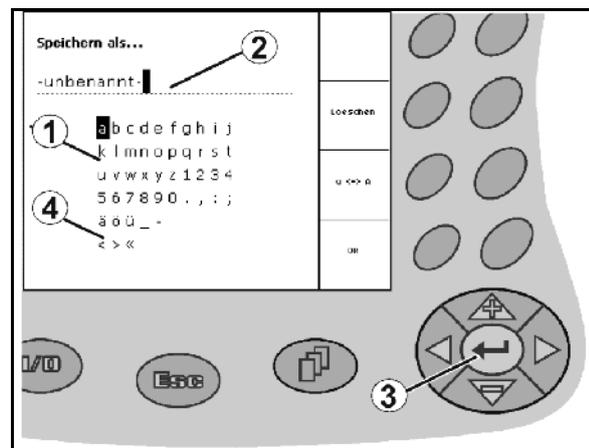

Fig. 15
Si la entrada de texto o cifras en el **GPS-Switch** es necesaria, aparece el menú de introducción (Fig. 15. 14).
En la parte inferior de la pantalla aparece un campo de selección (Fig. 15/1) con letras, cifras y flechas, con el que se forma la línea de introducción (Fig. 15/2) (texto o cifras).
- Aceptar la selección (Fig. 15/3).
Las flechas **<**, **>** en el campo de selección (Fig. 15/4) permite un movimiento en la línea del texto.
La flecha **<<** en el campo de selección (Fig. 15/4) elimina la última entrada.